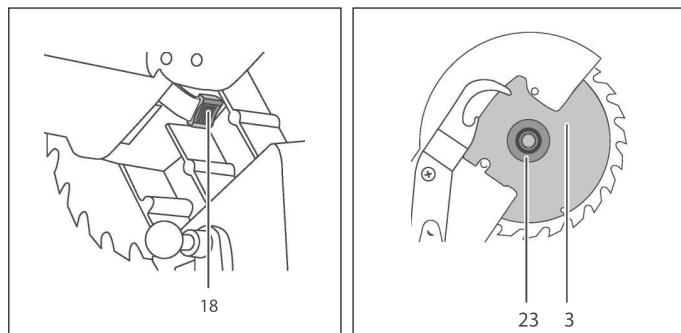

Рис. 3
б) нажмите на кнопку (18) фиксации пильного диска (Рис. 3);
г) снимите наружный фланец (23) и пильный диск (3) (Рис. 3);